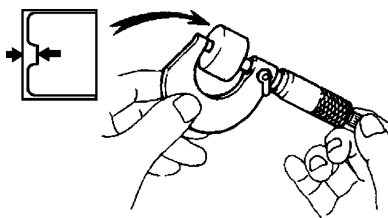

图 1-139 测量拆下的挺杆厚度
- 2) 用千分尺测量 (0~25mm) 拆下的挺杆的厚度,如图1-139所示。